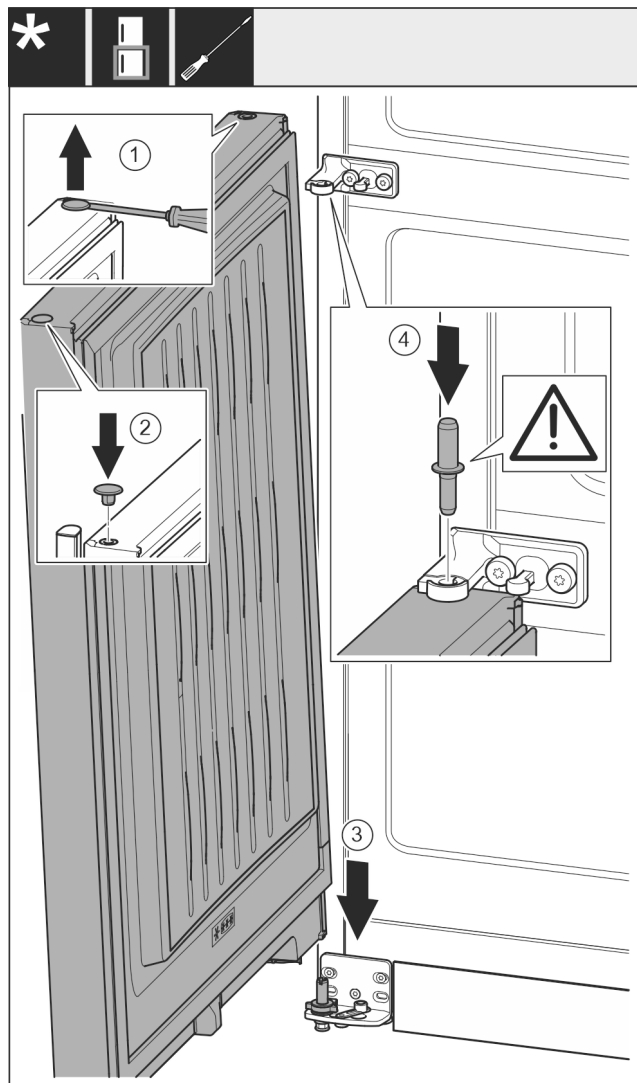

Fig. 17
- Plochým skrutkovačom opatrne nadvihnite a vyberte zátku. Fig. 17 (1)
- Zátku opäť nasadte na druhú stranu dverí. Fig. 17 (2)
- Dvere nasadte zhora na dolný ložiskový čap. Fig. 17 (3)
- Ložiskový čap v strede nasadte cez ložiskovú konzolu v strede do dolných dverí. Dbajte pritom na to, aby zaistovací doraz ukazoval smerom dozadu. Fig. 17 (4)